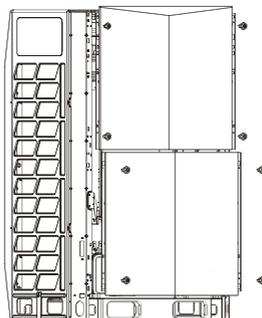

Рис. 4-18
2. Демонтаж верхней панели: отверните 4 винта с левой и правой сторон верхней панели (см. рис. 4-18), а затем, чтобы снять ее, приподнимите на 3 мм.